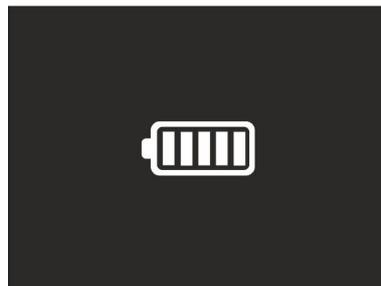

Fig. 53: Indicación recarga completa de la batería
2. Con el símbolo “” encendido fijo el proceso de carga es finalizado (ver la Fig. 53)